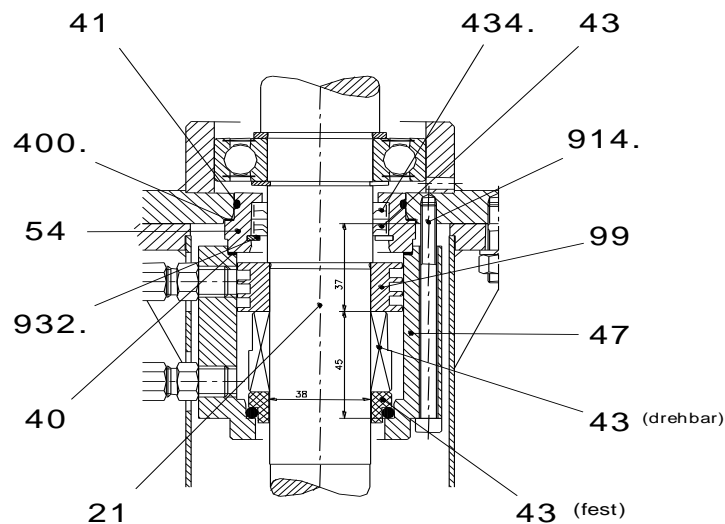

Abb.1 – Montageeinzelheit der mechanischen Abdichtung und der Lippendichtringe
3.2 – Lippendichtringe (TCHV /1-R) - Siehe Abb. 1 und 3 in Abschnitt 5
3.3 – Mechanische Dichtung (TCHV /1-R) - Siehe Abb. 1 und 3 in Abschnitt 5